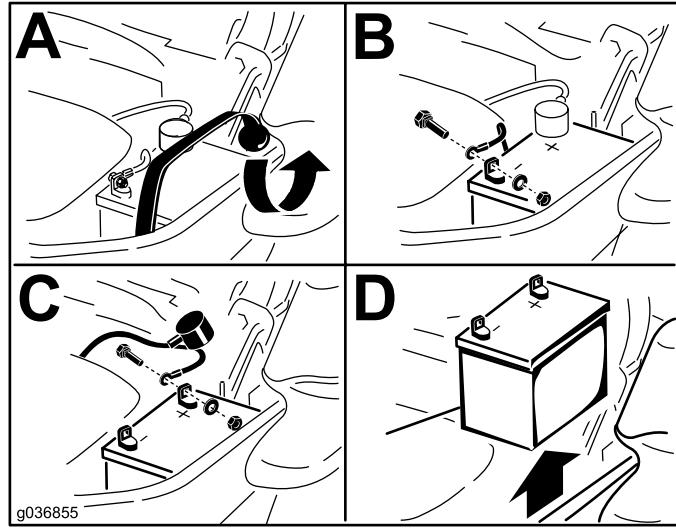

Figura 51
- Remova a bateria como se mostra na Figura 51.
- Posicione a bateria na base com os pólos terminais no lado oposto do depósito hidráulico (Figura 51).
- Prenda os cabos com dois parafusos, duas anilhas e duas porcas de bloqueio (Figura 51).
- Prenda a bateria com a fita de borracha (Figura 51).